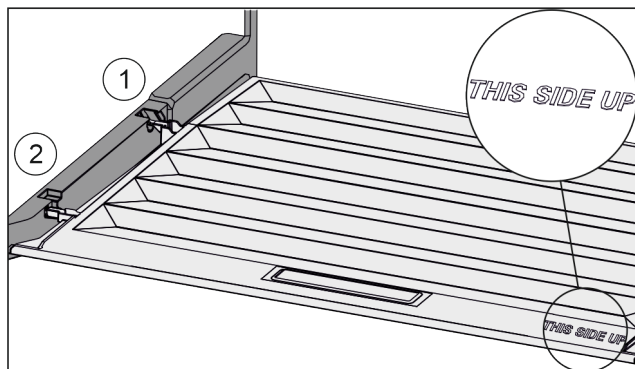

Fig. 109
- ▶ Ramiona pokrywy wprowadzić ponad otworem tylnego uchwyty Fig. 109 (1) i zażebić z przodu w uchwycie Fig. 109 (2).